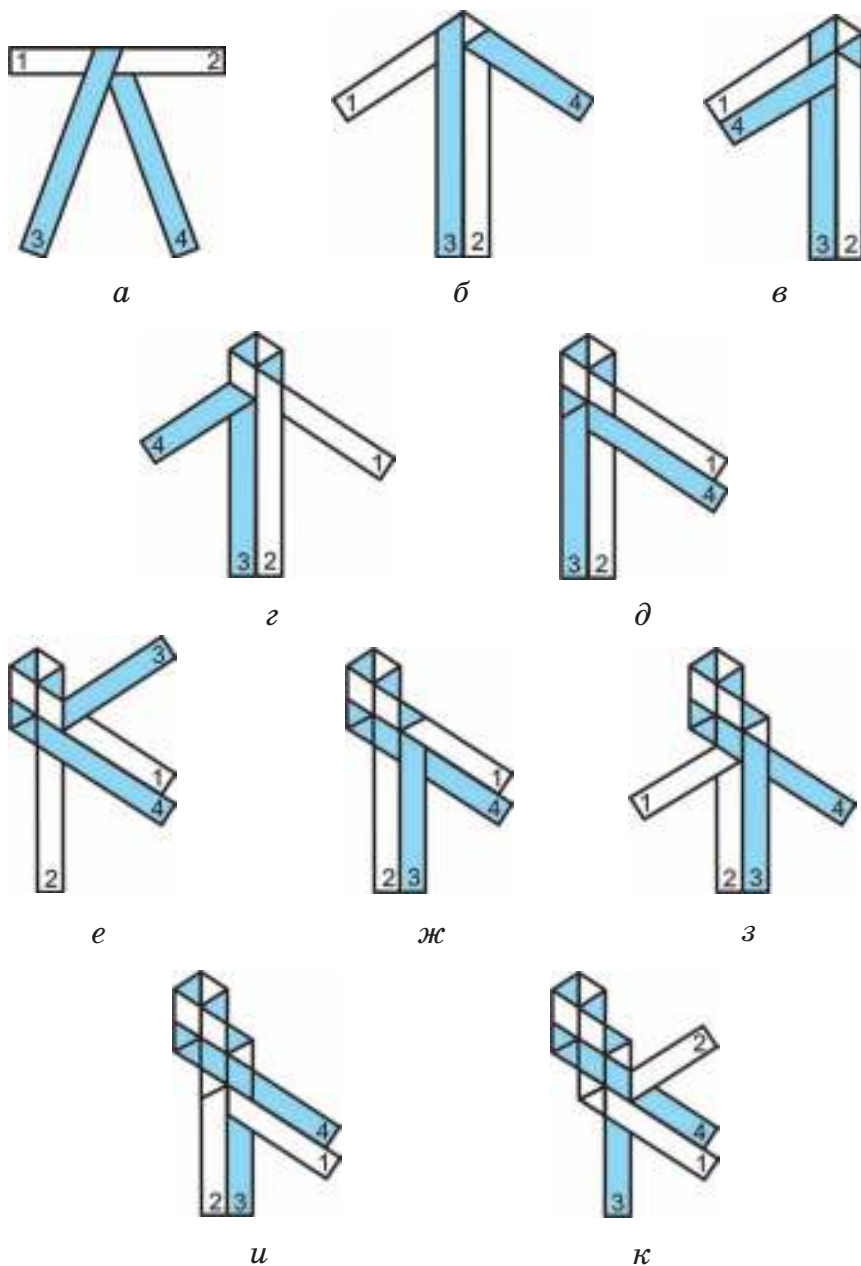

Рис. 87. Схема последовательности плетения «зубатки» из четырёх соломок
Последовательность выполнения плетёнки «зубатки» из четырёх соломок состоит из следующих этапов (рис. 87):
- вначале берут две соломки и, перегнув одну через другую, получают четыре рабочих конца (рис. 87, *а*);
- соломку 2 перегибают за соломку 4 и укладывают рядом с соломкой 3 (рис. 87, *б*);
- соломку 4 перегибают «от себя», пропустив под соломку 2, и укладывают поверх соломки 3 рядом с соломкой 1 (рис. 87, *в*);
- соломку 1 перегибают к себе и укладывают поверх соломок 4, 3 под соломку 2 (рис. 87, *г*);
- соломку 4 «от себя» укладывают под соломку 3 поверх соломки 2 рядом с соломкой 1 (рис. 87, *д*);
- соломку 3 укладывают «от себя» за соломку 4, пропустив под соломки 2, 4 и поверх соломки 1 (рис. 87, *е*). Здесь получается первый зубчик;
- соломку 3 перегибают через соломку 1 и укладывают поверх соломки 4 рядом с соломкой 2 (рис. 87, *ж*);
- соломку 1 перегибают «от себя» за соломку 3 и, пропустив под соломки 4, 3, укладывают поверх соломки 2 (см. рис. 87, з). Так получают второй зубчик;
2. Выполните плетение «зубатки» (см. рис. 87).